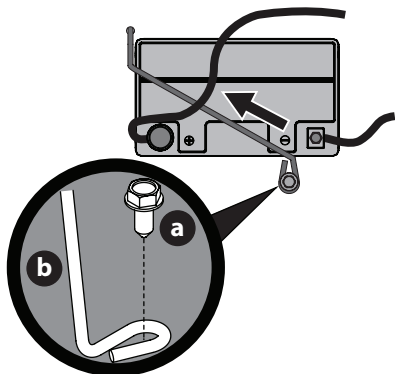

Fig. 16
NOTE : Le faisceau de fils doit se trouver sur la tige de retenue de la batterie, sinon il pourrait être endommagé (Fig. 16 à la page 82).
3. Retirez la vis à bride hexagonale (a) fixant le support de fixation de la batterie (b) au châssis. Relevez ensuite le support de fixation de la batterie (b) pour dégager la batterie (Fig. 16).